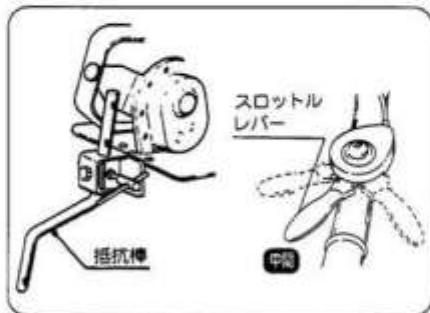

図17
1) 耕す深さの調整方法(図17・18)
- ① 抵抗棒によりハンドルの高さの調整および進行スピードの調整をおこないます。